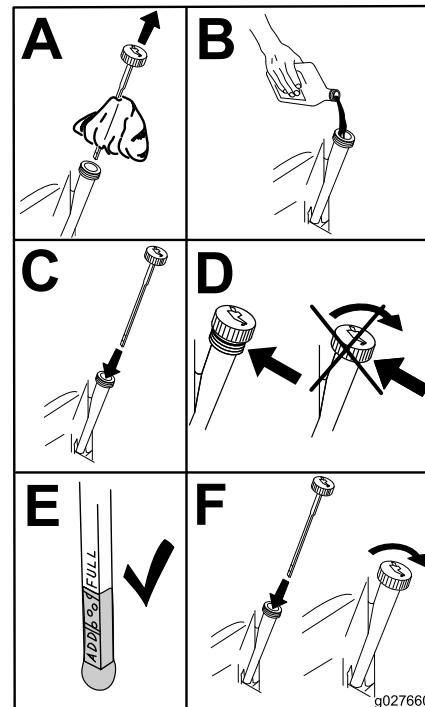

Figura 53
- Vierta lentamente un 80% aproximadamente del aceite especificado por el tubo de llenado, luego añada lentamente el resto del aceite hasta que llegue a la marca de **Lleno** (Figura 53).